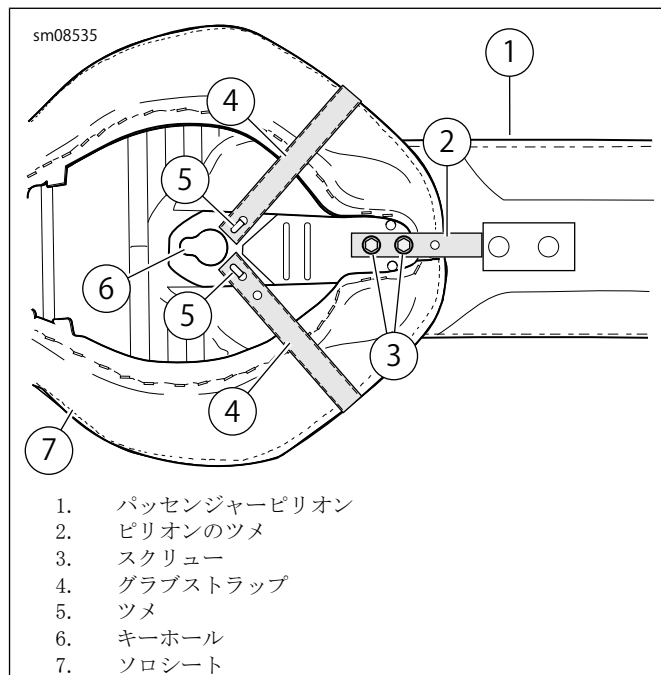

図4。ピリオンとグラブストラップの取り付け
6. 「図4」を参照してください。ピリオンの金属ブラケットをソロシート上でスライドさせ、パッセンジャーピリオンをソロシートに取り付けます。フランジスクリュー(3)でピリオンの金属タブをソロシートに取り付けます。次のトルク値で締め付けます: 4. 5-6. 8 N·m (40-60 in-lbs)。